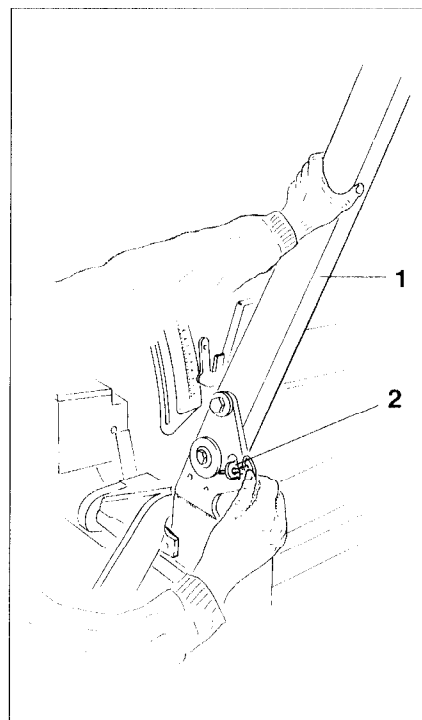
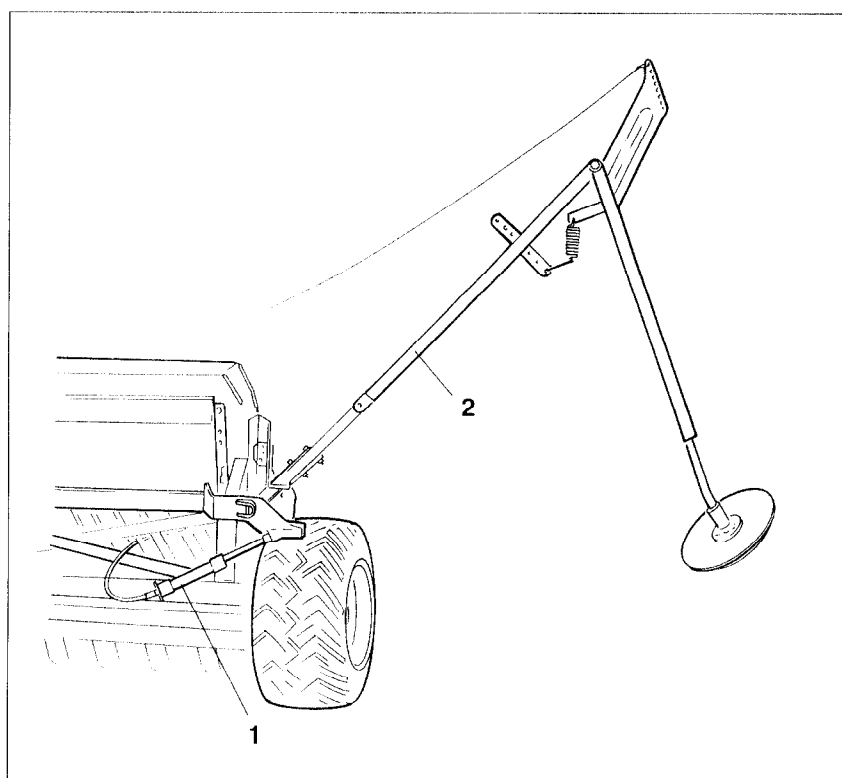

Fig. 10.10
Fig. 10.12
- Spuranreißer-Ausleger (Fig. 10.10/1) festhalten und Klappstecker (Fig. 10.10/2) entfernen.
Sind die Spuranreißer-Ausleger mit Hydraulikzylindern (Fig. 10.12/1) ausgerüstet, neigt sich der Spuranreißer-Ausleger (Fig. 10.12/2) nach Entfernen des Klappsteckers (Fig. 10.10/2) leicht zur Seite.